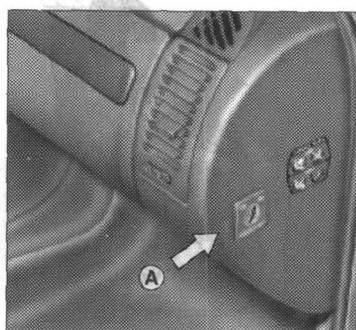

图 1-2-14 前乘客气囊的开关
5. 乘客前气囊启动功能的开关控制(图 1-2-13、图 1-2-14)